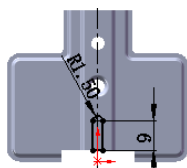

图 16.6.49 横断面草图
② 定义横断面草图。在草图环境中绘制图 16.6.49 所示的横断面草图。
(3) 定义切除深度属性。在“切除—拉伸”对话框  方向1 区域的  下拉列表中选择  给定深度 选项，选中  与厚度相等(L) 复选框。
(4) 单击对话框中的  按钮，完成切除—拉伸 2 的创作。